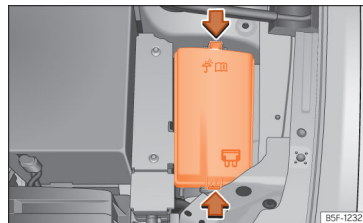

Рис. 222 Кришка блока запобіжників у моторному відсіку.
- Вивільніть фіксатори кришки >>> **рис. 222**.